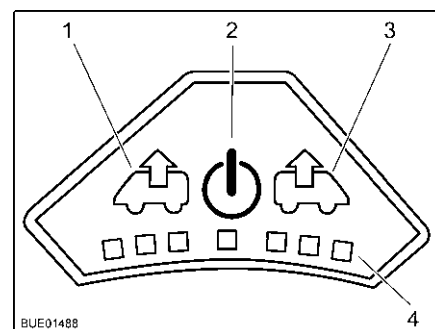

Fig. 101 Cuadro de mando del ventilador
- Pulsar la tecla On/Off (Fig. 101,2). El ventilador funciona en el modo confort (extracción con la velocidad más baja del ventilador).
- Para aumentar la velocidad del ventilador: Pulsar la tecla de extracción (Fig. 101,1). La velocidad del ventilador aumenta un nivel en el sentido de extracción de aire. Los LED (Fig. 101,4) muestran los niveles de ajuste.
- Para disminuir la velocidad del ventilador: Pulsar la tecla de ventilación (Fig. 101,3). La velocidad del ventilador disminuye un nivel.
- Para aumentar la velocidad del ventilador: Pulsar la tecla de ventilación (Fig. 101,3). La velocidad del ventilador aumenta un nivel en el sentido de ventilación. Los LED (Fig. 101,4) muestran los niveles de ajuste.
- Para disminuir la velocidad del ventilador: Pulsar la tecla de extracción (Fig. 101,1). La velocidad del ventilador disminuye un nivel.
- Pulsar la tecla On/Off (Fig. 101,2). El ventilador se detiene, los LED se apagan.